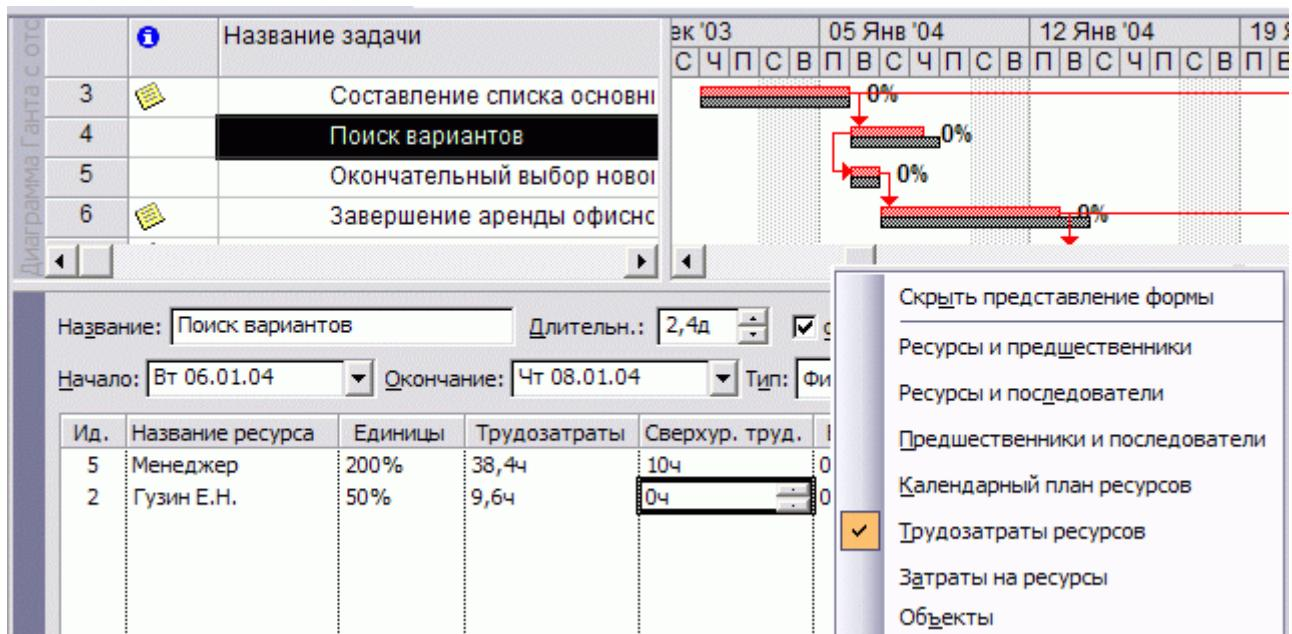

Рисунок 18. Назначение сверхурочных часов работы ресурсов
- Ввести количество сверхурочных часов работы ресурсу на задачу (см. Рисунок 18).